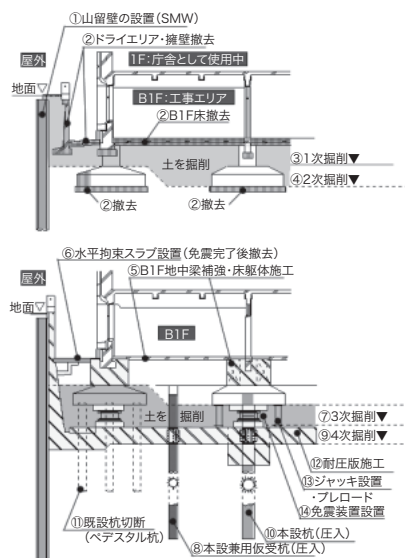

図3 免震レトロフィットの主な施工手順
施工方法については（図3参照）、まず、①基礎下の掘削に備えて、東館の周囲に地中連続壁SMW山留工事を行った。この段階では、東館と西館の接続部の2階から上を使いながら（つながったまま）施工するため、門型に撤去された建物の下をくぐりながらSMWを施工しなければならず、階高・横幅ともに非常に狭い場所での作業であることから、日本で数台しかない小型の重機が使われた。